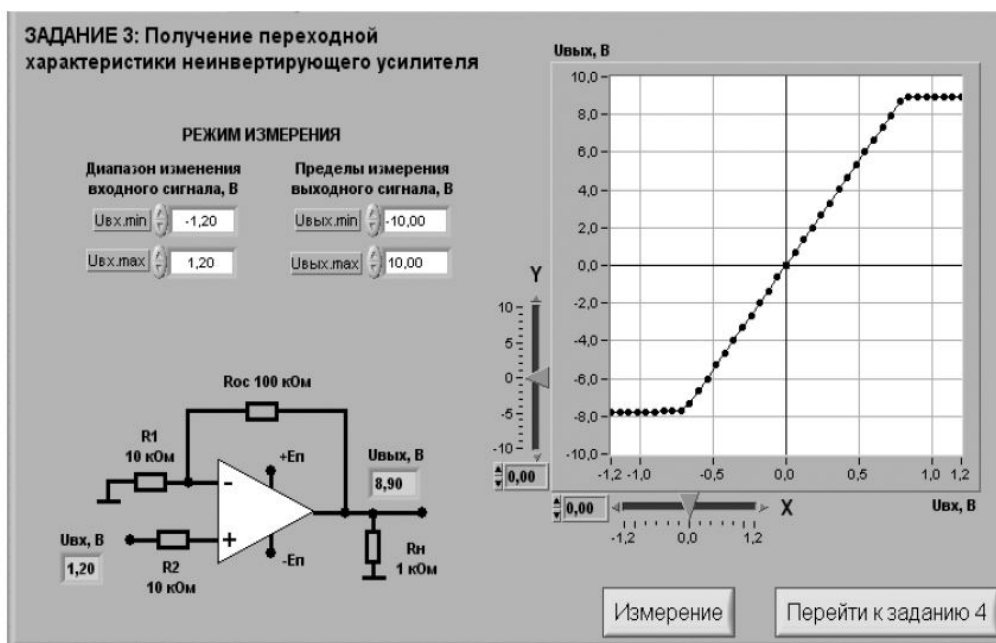

Рис. 3 Лицевая панель ВП при выполнении задания 3
- j. После ознакомления с целью работы нажмите кнопку «Начать работу». На экране появится изображение виртуального прибора (ВП) для выполнения задания №3 (рис. 3)